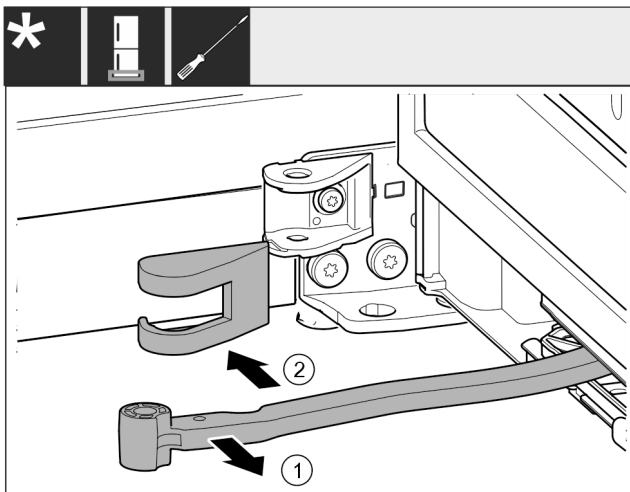

Fig. 16
► Gelenk Fig. 16 (1) in Richtung Tür drehen.
► Lagerbockabdeckung Fig. 16 (2) entfernen.